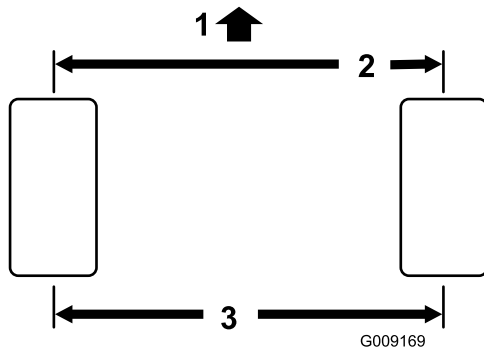

図 56
2. 後輪の前と後ろで、左右のタイヤの中央線間距離を測るアクスルの高さ位置で計測図 56。